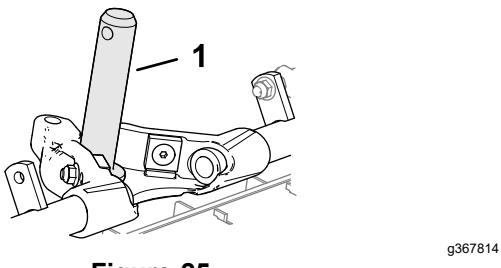

Figure 25
- Enduisez l'arbre du bâti porteur de graisse propre (Figure 25).